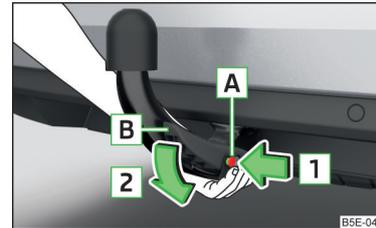

Abb. 297
- › Die Kugelstange **von unten** fassen » Abb. 297.